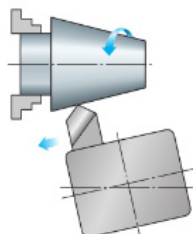

Рис. 5.37. Обработка конуса при поворнутом верхнем салазке суппорта
- при поворнутом верхнем салазке суппорта (рис. 5.37);